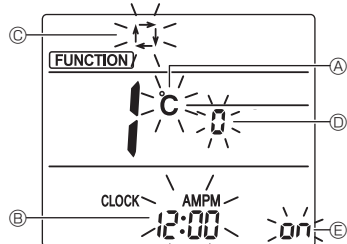

Fig. 6-10
- Zostanie wyświetlony ekran ustawień wyświetlania. (Fig. 6-10)